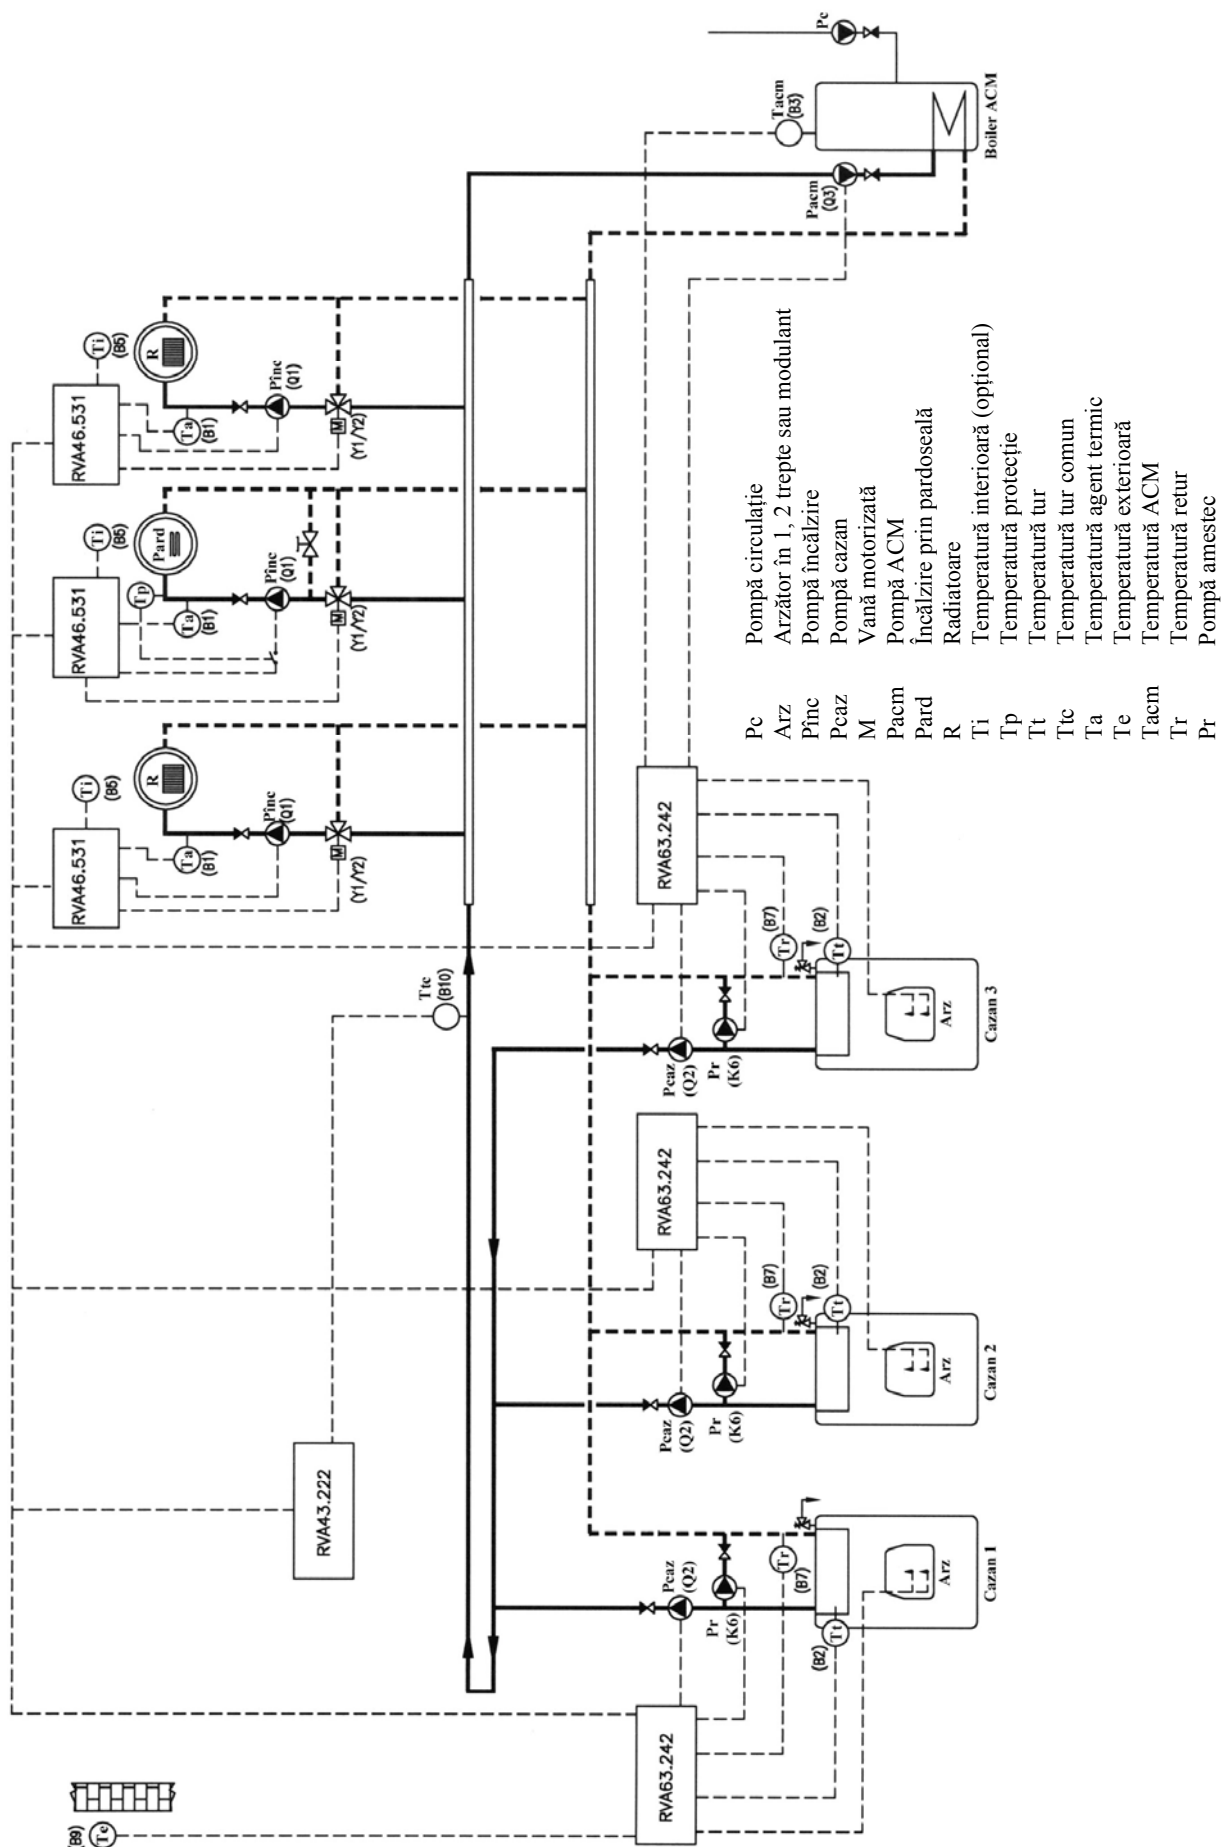

Fig. 3.11.
3.11. Trei cazane, trei circuite de încălzire și ACM, amestec cu pompă pe circuitul cazanelor (Fig. 3.11.) GAE-REG-9